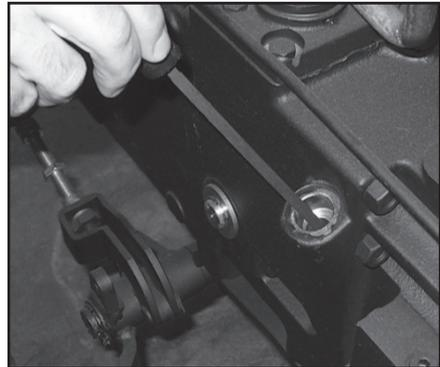

Abb. 6.10
- Die Filtrierelemente (153) auswechseln.
- Den Ölstand im hinteren Getriebe (Abb.6.10) unter dem mit vier Schrauben befestigten Schutzdeckel (Abb. 6.9) wie unter "Regelmäßige Wartung" beschrieben kontrollieren.